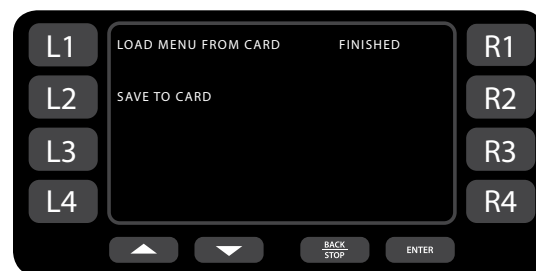

Figure 16: Chargement...Terminé
2. Appuyez sur la touche de fonction R1 pour accéder à l'écran Load Menu (chargement du menu) (figure 16).
4. Appuyez sur la touche de fonction L1 (figure 16).
2. Appuyez sur la touche de fonction R1 pour accéder à l'écran de chargement du menu (figure 16).
4. Appuyez sur la touche de fonction L2 (figure 16).